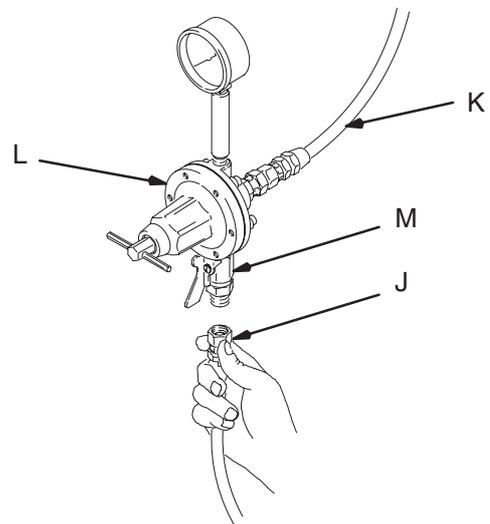

Fig. 4 7016a
- Instale un regulador de producto (L) en la línea de producto para controlar la presión del producto a la pistola. Vea la Fig. 4.
- A. Conecte la manguera de fluido (J) en la rosca compuesta de 3/8–18 npsm [R 3/8–19] de la entrada de fluido de la pistola (B).
- B. Conecte el otro extremo de la manguera de fluido (J) a la línea de suministro de fluido regulado (K).
**NOTA:** La Fig. 4 muestra el regulador de fluido (L) y la válvula de cierre de fluido (M) en la línea de suministro de fluido (K).